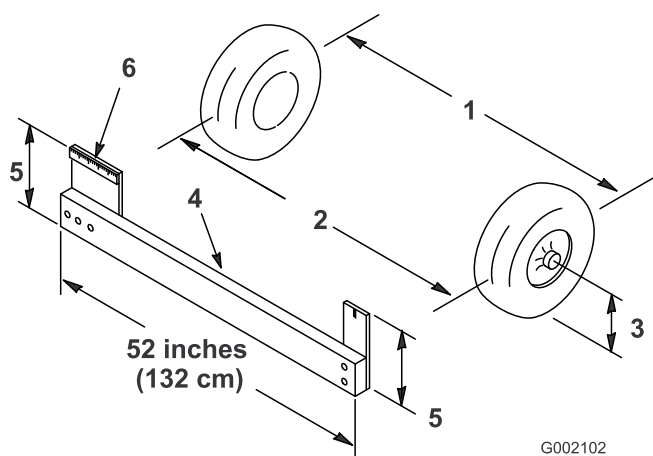

Figura 44
2. Meça a distância entre os pneus dianteiros à altura do eixo na zona dianteira e traseira dos pneus dianteiros (Figura 44). É necessário um objecto imóvel ou um medidor de alinhamento para a medição traseira dos pneus dianteiros à altura do eixo. Utilize o mesmo objecto ou medidor de alinhamento para obter uma medição precisa da dianteira dos pneus dianteiros à altura do eixo (Figura 44).